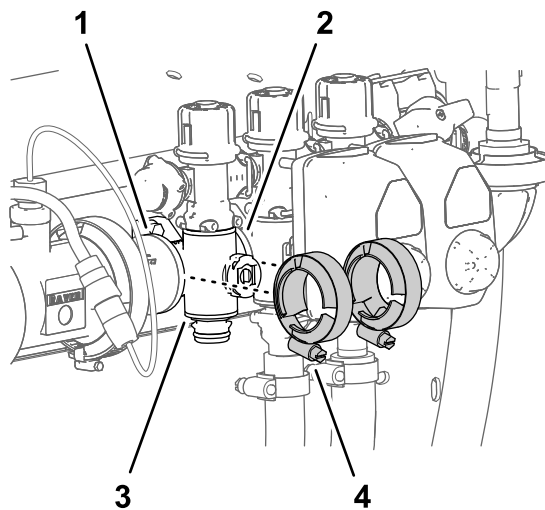

図 126
3. boomマニホルドバルブを隣りの機器の各フランジに固定しているフランジクランプ2個を外す 図 126。